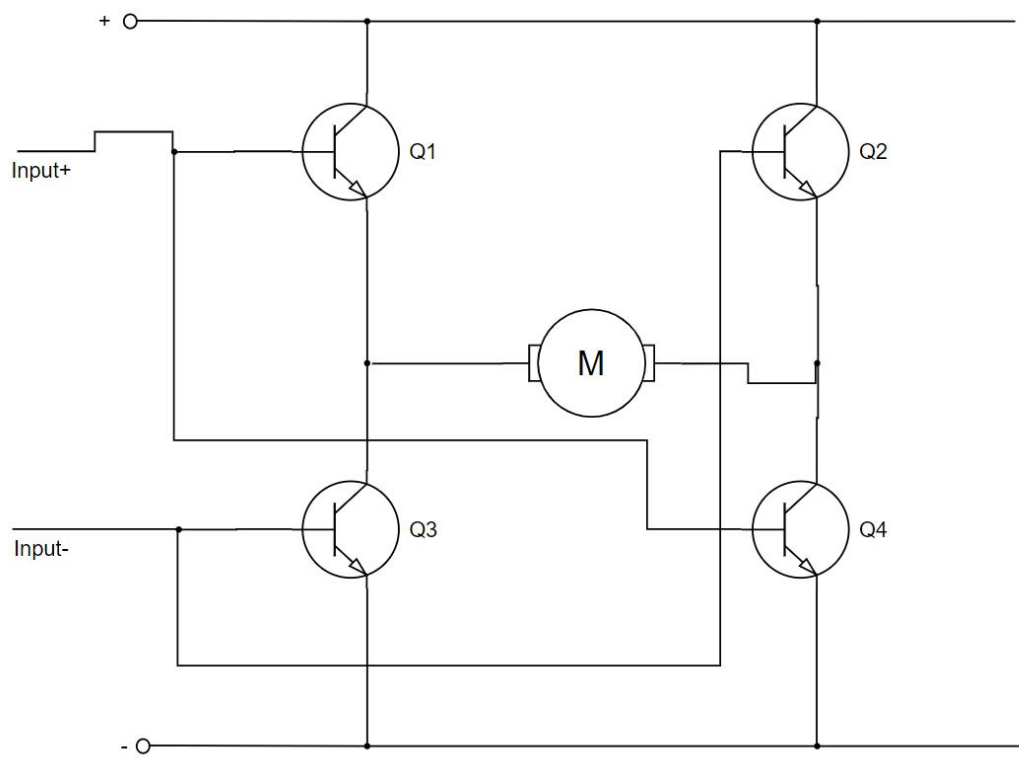

图2.2
2. 根据图 2.2，简述如何通过控制 Q1, Q2, Q3, Q4 控制电机 M 正转、反转，同时实现调速。